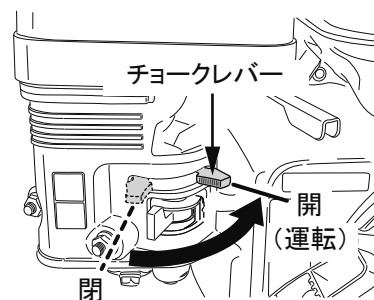

図 8
6. エンジン始動後にチョークレバーを開き(運転)ます。(図8)